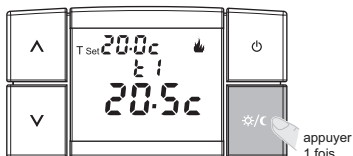

fig. 5
- Appuyer sur la touche /C, l'écran affichera le symbole relatif et la température configurée (par ex. fig. 5 et 6).